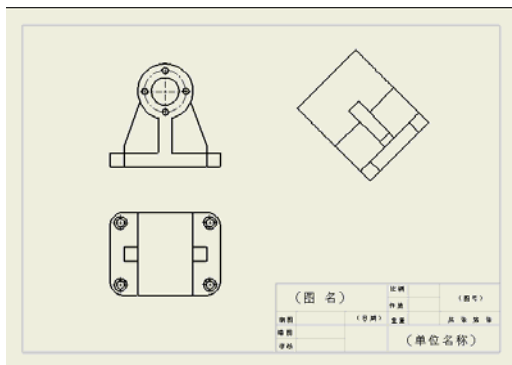

图 14-50 旋转后的工程图
- 4 输入参数。在“工程视图角度”一栏中输入值 45，然后单击“关闭”按钮，结果如图 14-50 所示。